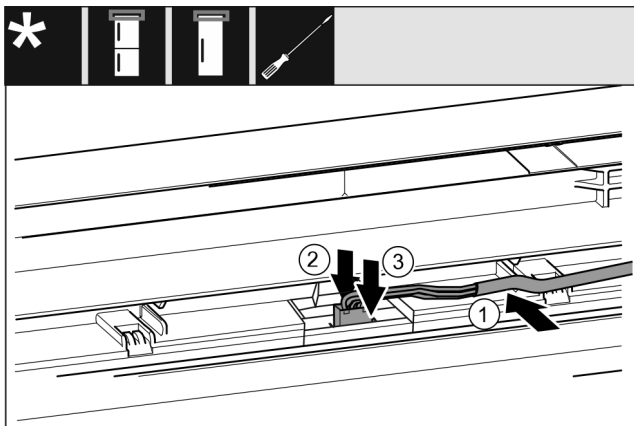

Fig. 45 Kühl-/Gefrierkombinationen / Gefriergeräte / Kühlgeräte\*
- ▶ Kabel Fig. 45 (1) in die Führung in der oberen Tür einlegen.\*
- ▶ Rasthase Fig. 45 (2) nach hinten drücken.\*
- ▶ Stecker Fig. 45 (3) einrasten.\*